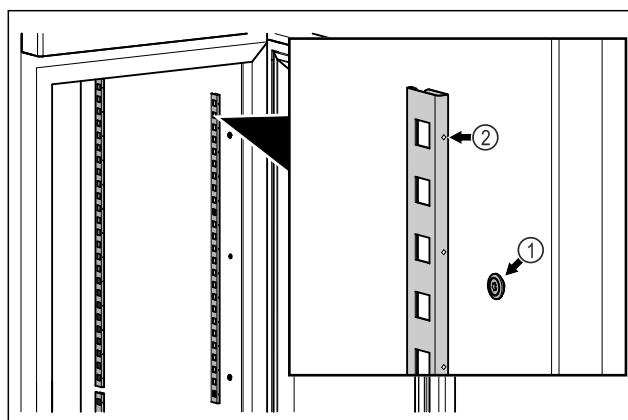

Fig. 58 Beispielhafte Darstellung
- Rastenleisten in Aufhängung Fig. 58 (1) einhaken. Markierung Fig. 58 (2) muss nach vorne zeigen.